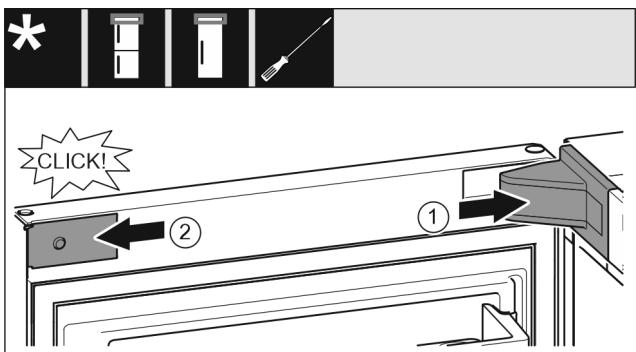

Fig. 22
- Τοποθετήστε και κουμπώστε το κάλυμμα του στηργματος Fig. 22 (1), ενδεχ. ξεκουμπώστε προσεκτικά.
- Εφαρμόστε στο πλάι το διακοσμητικό κάλυμμα Fig. 22 (2) και κουμπώστε το.